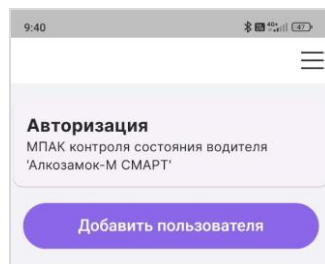

Рис.7
2.4.3.1 Для работы с изделием предусмотрено две категории пользователей: водитель и сервисный работник. После запуска МПО открывается начальный экран для авторизации пользователя (Рис.7).